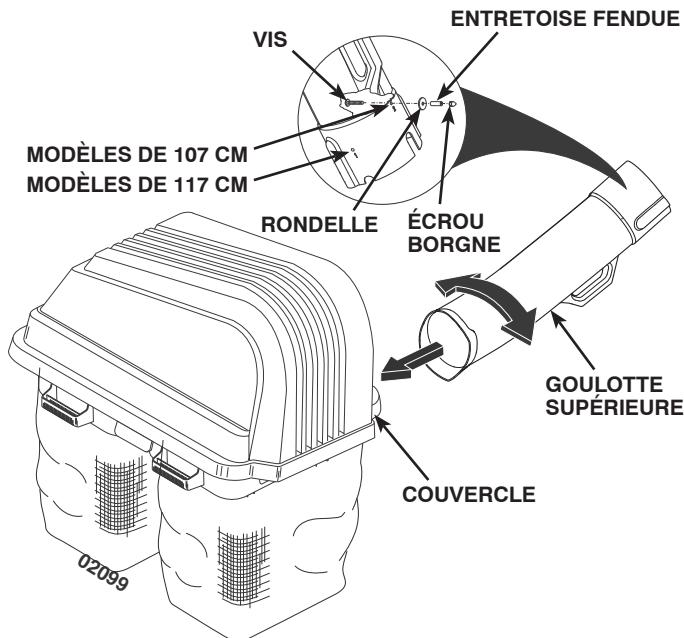

FIG. 5A
5 GLISSIÈRE SUPÉRIEURE (Voir Figs. 5A & 5B)
2. Assembler et installer le matériel de broche de verrouillage à la position « 1 » pour les modèles de 107 cm ou à la position « 2 » pour les modèles de 117 cm, comme illustré à la Fig. 5A.